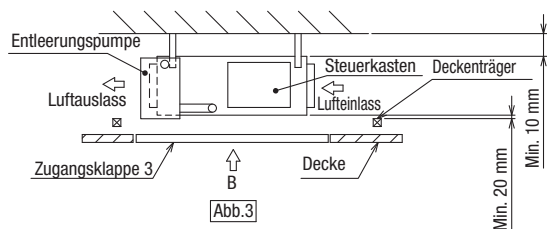

Abb.3
- (2) Wenn ein Abstand von weniger als 300 mm unterhalb der Einheit zwischen dem Gerät und der Decke vorhanden ist. (Es sollte mindestens 20 mm Platz unter dem Gerät gelassen werden, wie in Abb.3 dargestellt.)
- Wenn ein Abstand von weniger als 300 mm unterhalb der Einheit zwischen dem Gerät und der Decke vorhanden ist. (Es sollte mindestens 20 mm Platz unter dem Gerät gelassen werden, wie in Abb.3 dargestellt.)